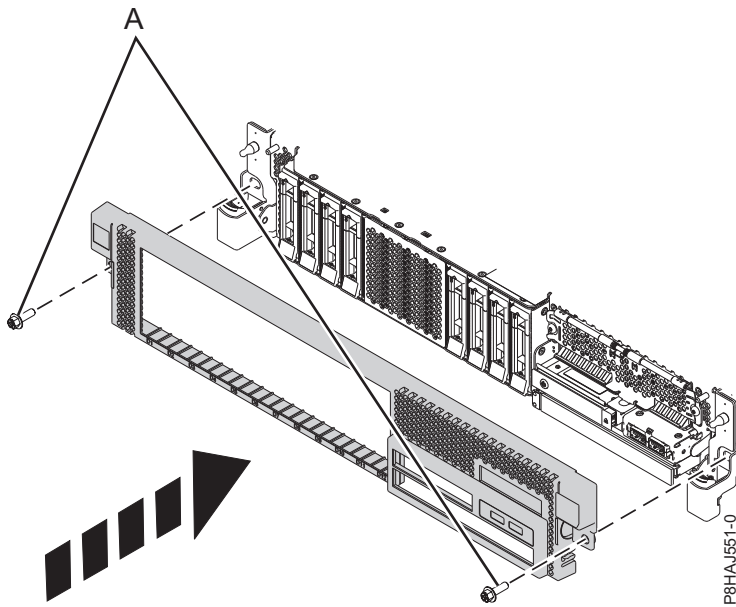

Figura 16. Instalación de la cubierta frontal
3. Cierre los pestillos de liberación empujando en la dirección que se muestra en Figura 16 en la página 36. La cubierta se insertará en su posición y dispone de una hendidura que le permite sujetarla más fácilmente.
4. Sustituya los tornillos de envío (A).